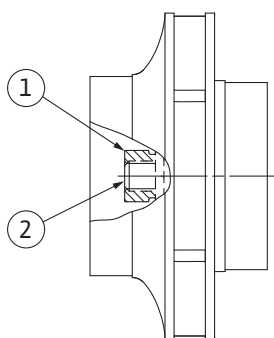

Fig. 111: Correcte positie van de waaiermoer na de installatie
8. Houd de as vast met een steeksleutel (sleutelwijdte 22 mm) en draai de waaiermoer met het voorgeschreven aandraaimoment vast (zie de tabel „Aandraaimomenten” [► 35]). De moer (Fig. 111, pos. 1) moet ongeveer  $\pm 0,5$  mm gelijk liggen met het uiteinde van de as (Fig. 111, pos. 2). Als dit niet het geval is, draai de moer dan los en herhaal de stappen 4 – 8.
9. Verwijder de steeksleutel en monteer het beschermplaatje (Fig. I, pos. 27) weer.